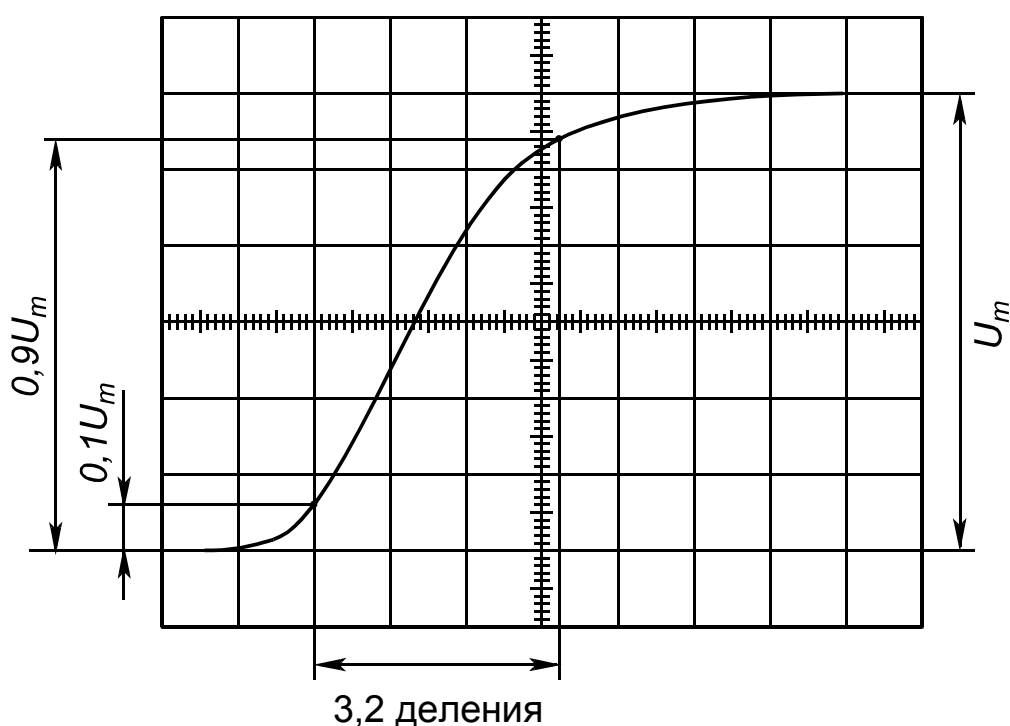

Рис. 11. Измерение активной длительности фронта импульсного сигнала
- вращая ручку « ↕ » канала I, совместите нижнюю точку изображения с одной из горизонтальных линий в нижней части экрана – рис. 11;
– ручкой « **↔** » совместите точку уровня $0,1U_m$ сигнала с одной из вертикальных линий шкалы в левой части экрана ЭЛТ (рис. 11);